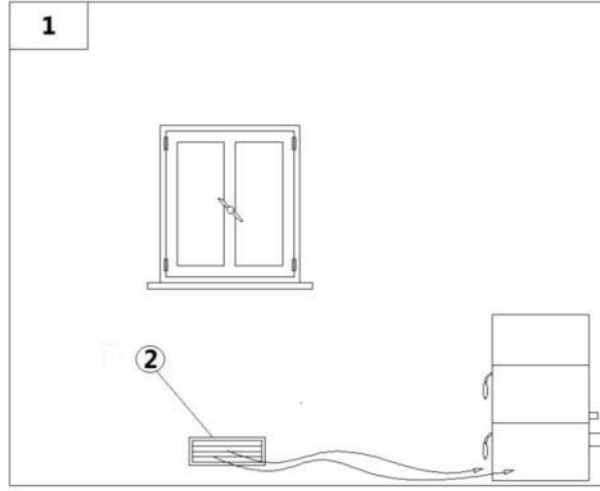

Fig. 9 - Direkt hava akışı
AÇIKLAMA Fig. 9
- Dışarı ve mekan arasındaki hava akımı mekanın dış duvarı üzerinde bir aralık vasıtası ile doğrudan gerçekleşebilir (bkz. **Fig.9**).